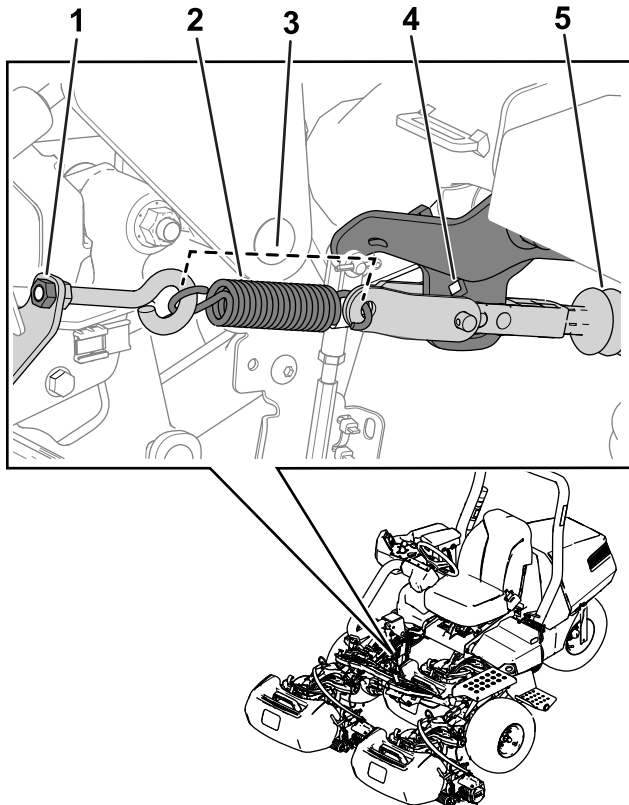

Bild 38
Hinweis: Weitere Informationen zu dieser Vorgehensweise finden Sie auf Bild 38.
5. Lösen Sie die Spannung auf die Feder, indem Sie die Mutter lösen, mit der die Öse an der Federhalterung befestigt ist (Bild 38).
3. Setzen Sie die Feder ein, siehe Bild 38.
4. Ziehen Sie die Ösenmutter auf eine Federlänge von 11,4 cm fest, wenn sie installiert ist (Bild 38).